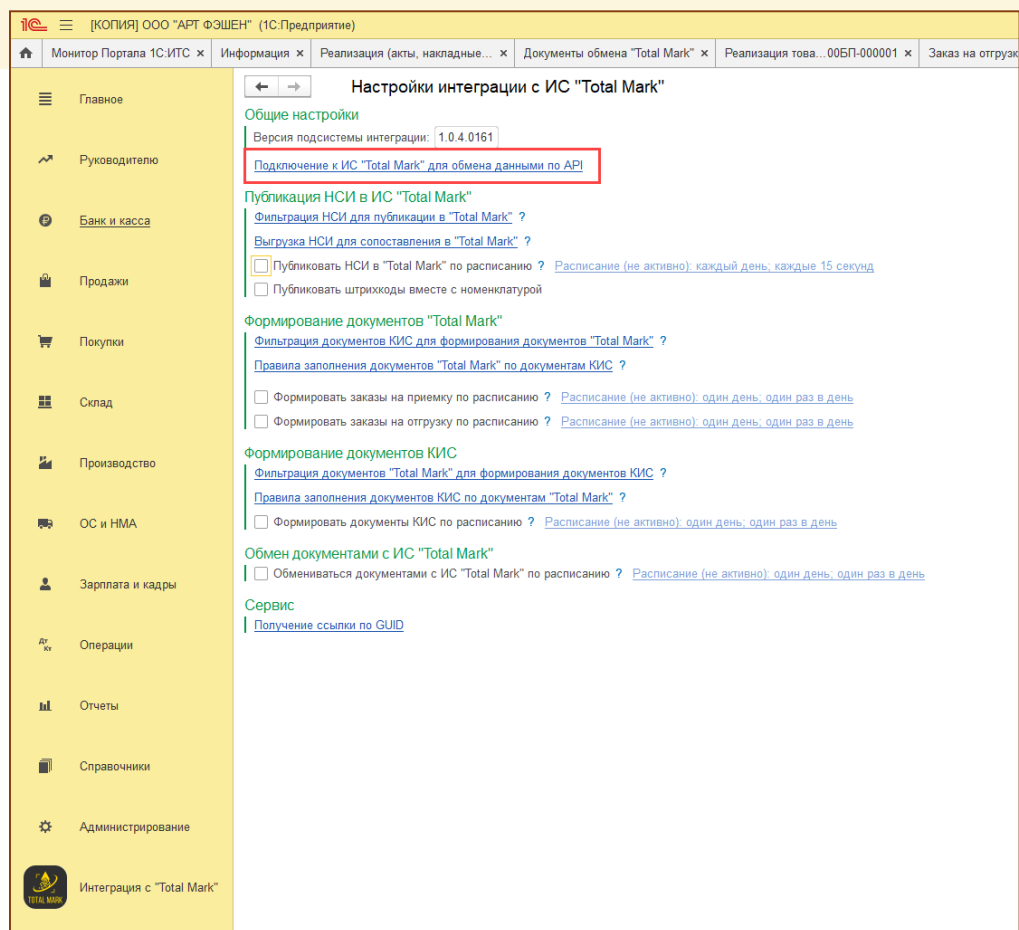
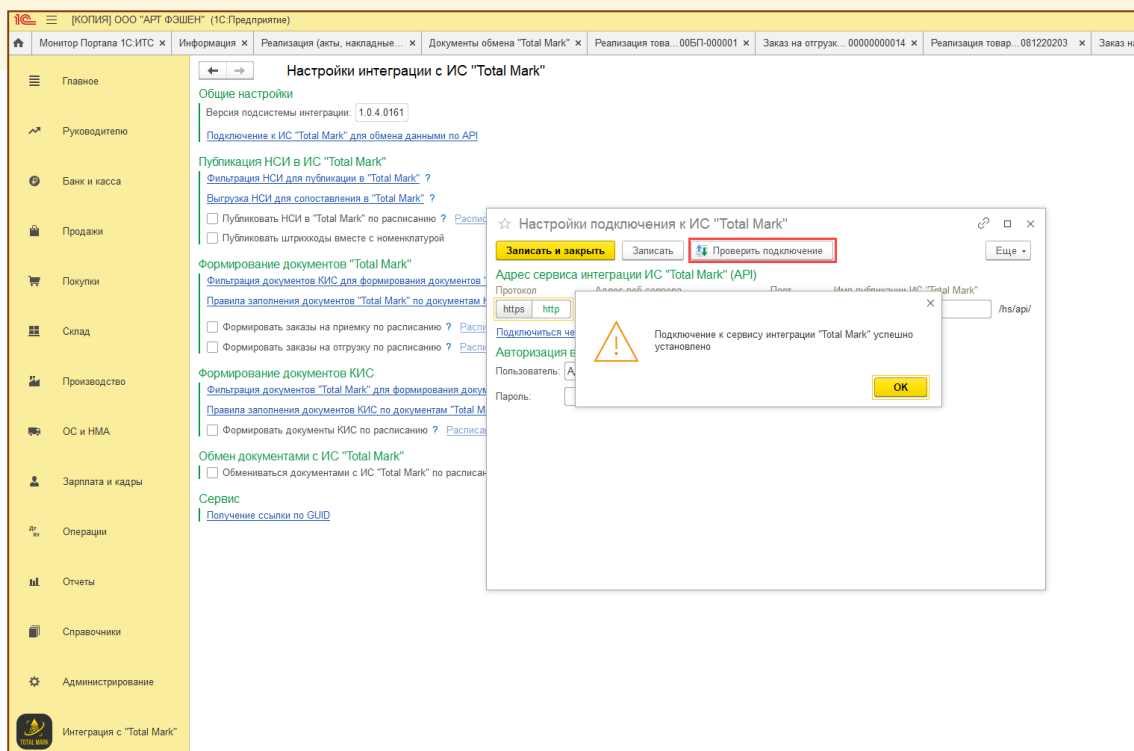

Рис. 3-2 - Настройка подключения к 1С: Total Mark
Рис. 3-4 - Настройка подключения к 1С: Total Mark
- Далее требуется заполнить параметры подключения и выполнить проверку (Рис. 3-2-Рис. 3-4):